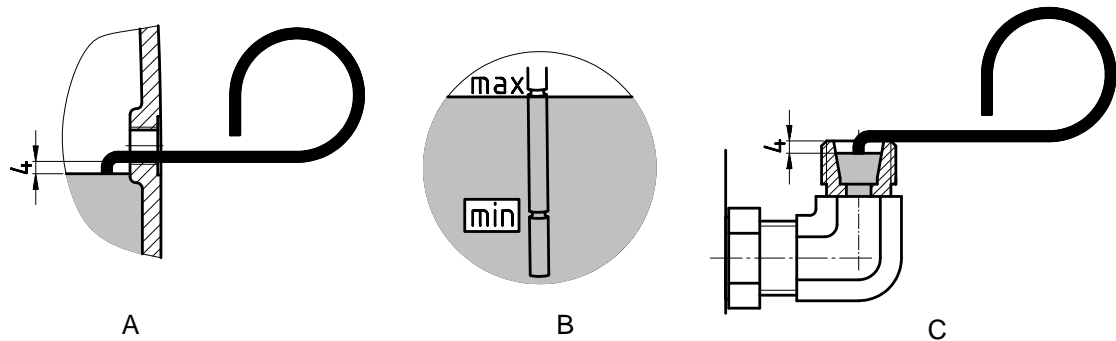

Bild 4-1: Ölstand prüfen mit Ölmesstab
- Standard-Stirnradgetriebe in Bauform V1 und V5 haben zum Prüfen des Ölstandes das in Bild 4-1 C gezeigte Winkelrohr, das senkrecht nach oben stehen muss. Vor der Ölstandsprüfung ist die Druckentlüftung herauszuschrauben. (siehe Bild 3-2 rechts)
- Der Ölstand im Getriebe ist mit dem beiliegenden Ölmesstab (Teile-Nr.:283 0050), wie in Bild 4-1 A, C dargestellt, zu prüfen. Hierbei ist der in das Öl eintauchende Teil des Ölmesstabes senkrecht zu halten.
- Der Ölstand muss mit Hilfe der Verschlusschraube mit Peilstab (Gewinde G1¼) **im Ölstandsbehälter geprüft** werden. Der Ölstand muss zwischen der unteren und der oberen Markierung bei ganz eingeschraubtem Peilstab liegen (siehe Bild 4-1 B). Diese Getriebe dürfen nur in der im Kapitel 6.1 angegebenen Bauform betrieben werden.
Markierung bei ganz eingeschraubtem Peilstab liegen (siehe Bild 4-1 B). Diese Getriebe dürfen nur in der im Kapitel 6.1 angegebenen Bauform betrieben werden.